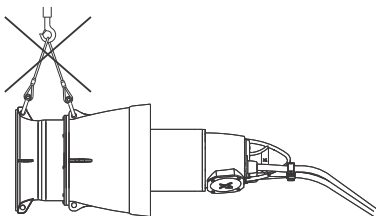

Рис. 2 KPL и KWM: фиксирующие скобы
- Запрещается использовать отверстия на впускном и выпускном кожухе для подъёма насоса, см. рис. 2 и 3.